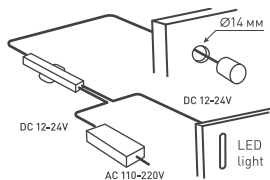

Рисунок 3. Установка датчика SR-PRIME MOTION
- Датчик MOTION монтируется в подходящем месте с учетом зоны срабатывания (рис. 3). Свет будет включаться при обнаружении движения в зоне действия датчика и выключаться примерно через 40 секунд после прекращения движения.